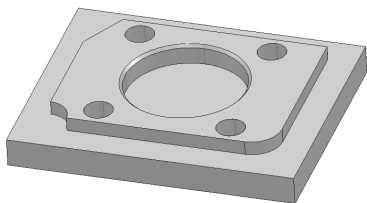

图 3-105 练习题 1) 图
1) 计算图 3-105 所示实体形式结构零件各个特征的加工刀具路径。毛坯为方坯, 刀具及切削参数自定义。零件模型在光盘中的存放位置: 光盘符:\习题\ch03\xt 3-01.dgk。光盘内附有参考答案。